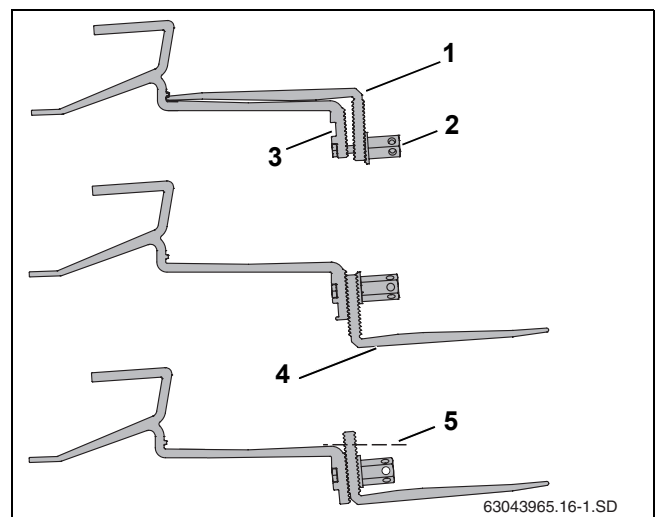

Bild 13 Dachhaken an Sparren befestigen
Bei einigen Dacheindeckungen kann es notwendig sein, den Dachhaken am Unterteil (Bild 13, [4]) mit Brettern/Bohlen zu unterfüttern, damit der Dachhaken oben auf der Pfanne aufliegt
- ▶ Lange Sechskantmutter (Bild 13, [2]) lösen.
- ▶ Schraube ins obere Loch (Bild 13, [3]) stecken.
- ▶ Dachhaken-Unterteil (Bild 13, [1]) lose befestigen. Die Verbindung noch nicht fest anziehen.